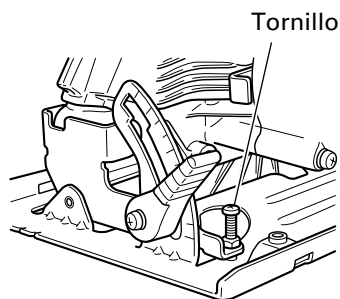

Fig. 22
- (2) Cuando aplique una escuadra a la base y apoyándola sobre la cuchilla, girar el tornillo con un destornillador para despazar la base, y ajustar la base y la cuchilla de forma que queden en ángulo recto entre sí. (Fig.22)